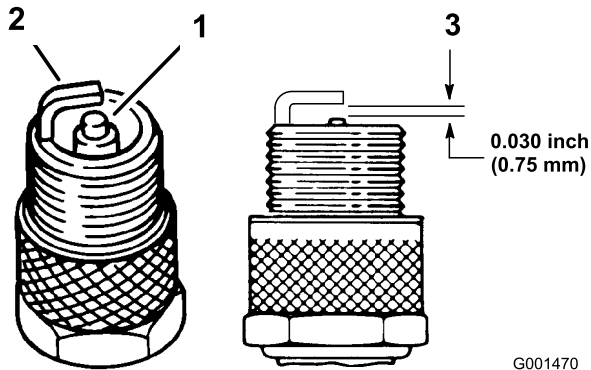

Figure 27
1. Examinez le centre des bougies (Figure 27). Si le bec de l'isolateur est recouvert d'un léger dépôt gris ou brun, le moteur fonctionne correctement. S'il est couvert d'un dépôt noir, c'est généralement signe que le filtre à air est encrassé.
3. Contrôlez l'écartement entre l'électrode centrale et l'électrode latérale (Figure 27). Courbez l'électrode latérale (Figure 27) si l'écartement est incorrect.
3. Connectez les bougies (Figure 27).